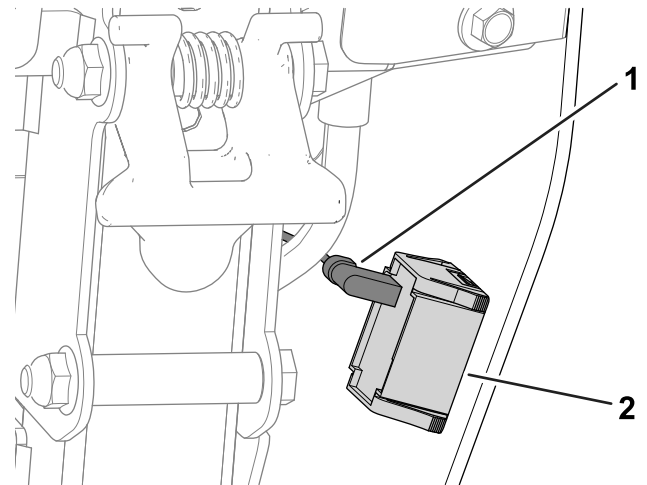

Figura 40
- A. Desconecte el conector del arnés de cables del horímetro (Figura 40).